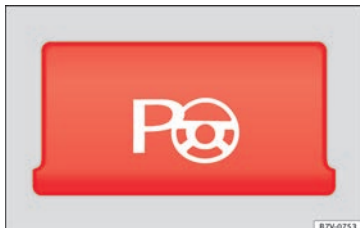

Abb. 212 Detail der Mittelkonsole: Taste zum manuellen Einschalten des Parklenkassistenten.
- **Beim Längsparken:** Taste  bei einer Geschwindigkeit bis zu 50 km/h (31 mph) **einmal** drücken. In der Taste leuchtet eine Kontrollleuchte, wenn die Funktion eingeschaltet ist »» **Abb. 212.**
• **Beim Querparken:** Taste  bei einer Geschwindigkeit bis 50 km/h (31 mph) **zweimal** drücken. In der Taste leuchtet eine Kontrollleuchte, wenn die Funktion eingeschaltet ist **»» Abb. 212.**
- Taste  wird gedrückt. In der Taste leuchtet eine Kontrollleuchte, wenn die Funktion eingeschaltet ist » » **Abb. 212.**